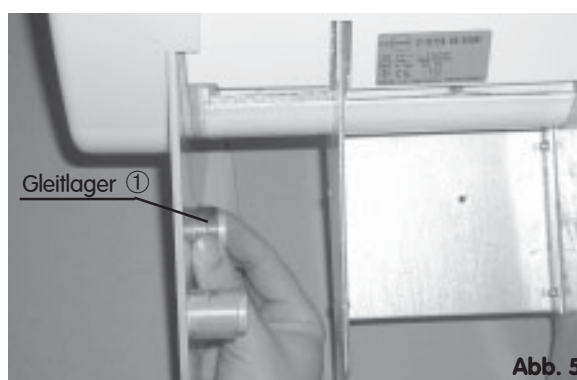

Abb. 5
Stecken Sie anschließend die im Polybeutel beiliegenden Gleitlager ① von der Innenseite auf die Lagerbolzen links und rechts auf (Abb. 5).